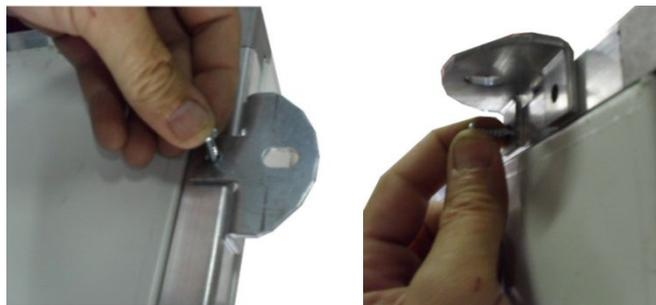

Figura 1 - Fissaggio delle staffe fornite a corredo
- Posizionare le staffe di supporto e fissarle al telaio di alluminio dell'unità con le viti autoforanti in dotazione, con l'ausilio di un trapano avvitatore (vedi Figura 1).